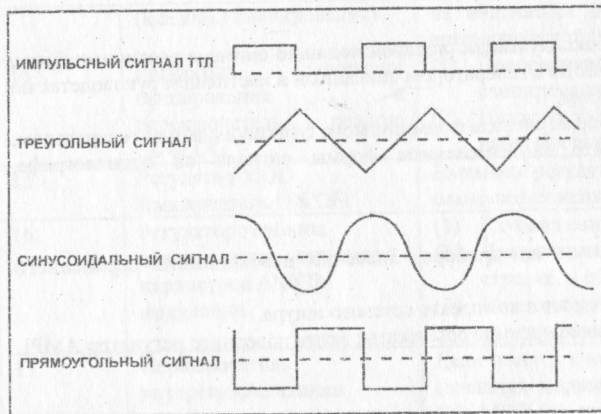

Рис.1
1. Сначала выберите форму выходного сигнала (8), диапазон (7); вращая регулятор FREQ (13), настройте нужную частоту (ее значение будет индицироваться на дисплее).
2. Подсоедините выход (22) к осциллографу или к другому устройству для наблюдения формы выходного сигнала.
3. Вращая ручку AMPL (12) установите необходимую амплитуду сигнала.
4. Если требуется ослабление сигнала, выгните регулятор AMPL (12) для получения ослабления в 20дБ или нажмите регулятор (12a) для дополнительного ослабления в 20дБ.
5. Виды форм выходного сигнала и соотношение фаз показаны на рис.1: